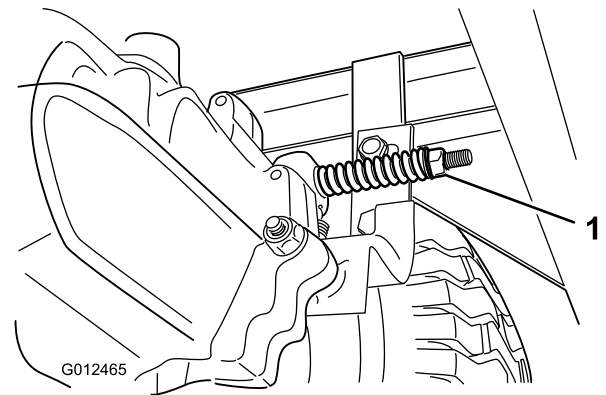

Figura 34
El freno está ubicado en la parte derecha del eje trasero, en la parte interna de la rueda trasera (Figura 34).
3. Gire la tuerca de ajuste del freno en el sentido de las agujas del reloj hasta que no pueda empujar la máquina (Figura 34).